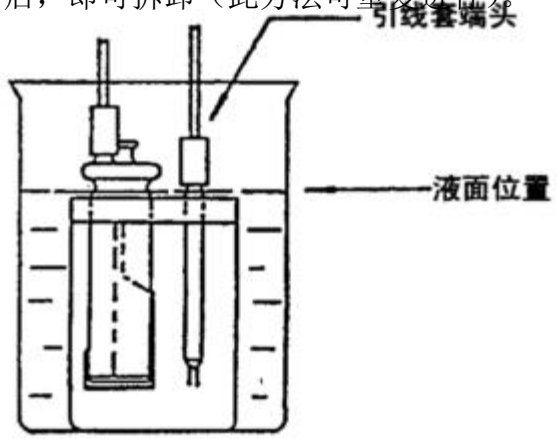

图 5
- 3、如仍不能拆卸，请将滴定池放在 2 升的烧杯中，慢慢加入浓度为 5% 的氯化钾溶液浸泡，其液面如下图 5 所示，必须注意，不要让测量电极、阴极室电极的引线套端头进入液体，浸泡约十几个小时或 24 小时后，即可拆卸（此方法可重复进行）。